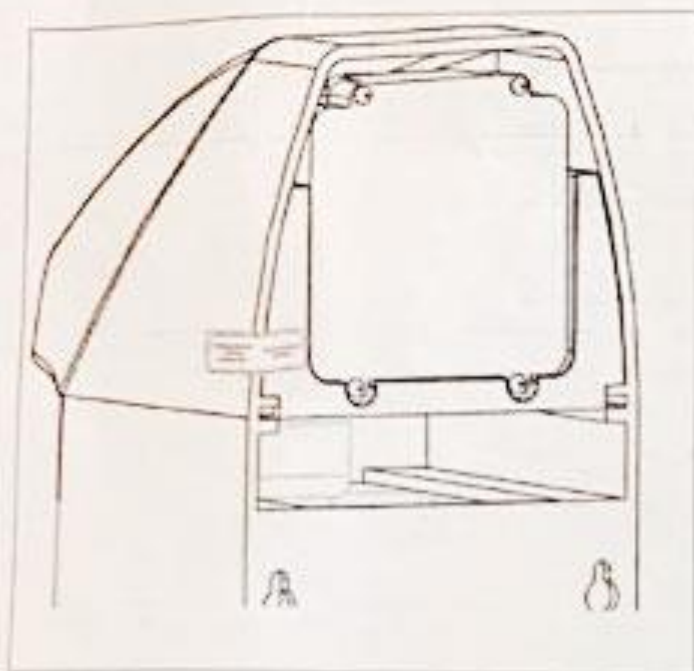

Рис. 5
- самостоятельно разбирать дозатор, равно как повреждать пломбовую наклейку (рис. 5),
2. Наличие механических повреждений, нарушение целостности пломбовой наклейки (рис.5).